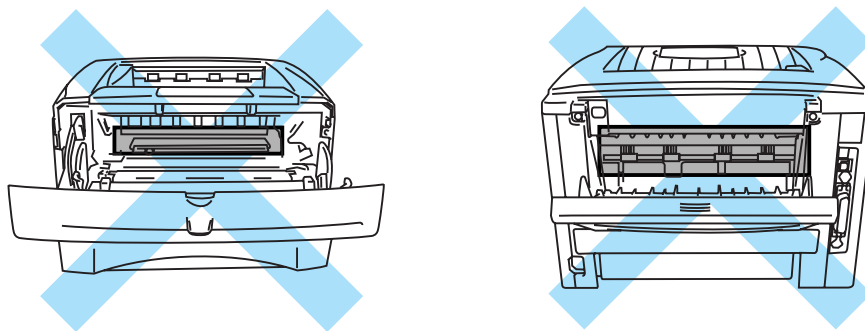

Figura 6-2
- ⚠ Se la stampante è stata usata di recente, alcune parti interne sono molto calde. Quando si apre il coperchio anteriore o il raccoglitore di uscita stampa su della stampante, evitare di toccare le parti raffigurate in grigio nella Figura 6-2.